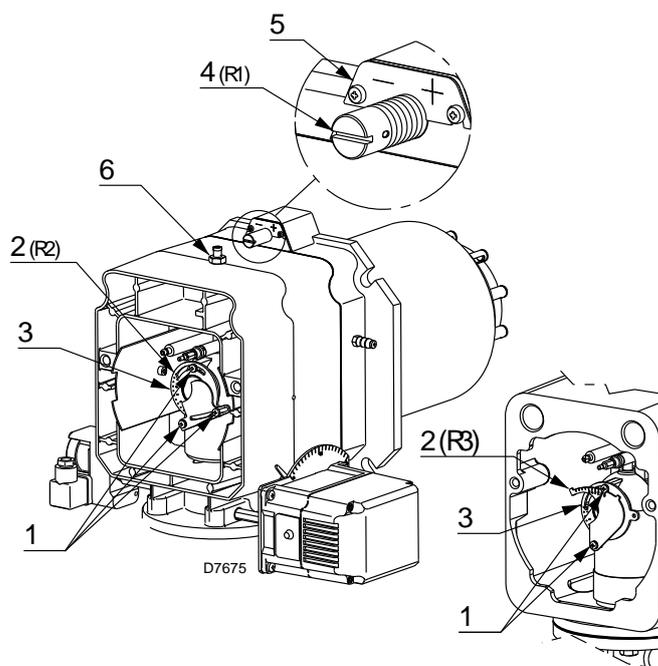

Fig. 20
- Ruotare la vite 4)(Fig. 20) fino a far collimare la tacca trovata con il piano anteriore 5) della flangia.
- Allentare le 3 viti 1)(Fig. 20) e ruotare la ghiera 2) fino a far collimare la tacca trovata con l'indice 3).